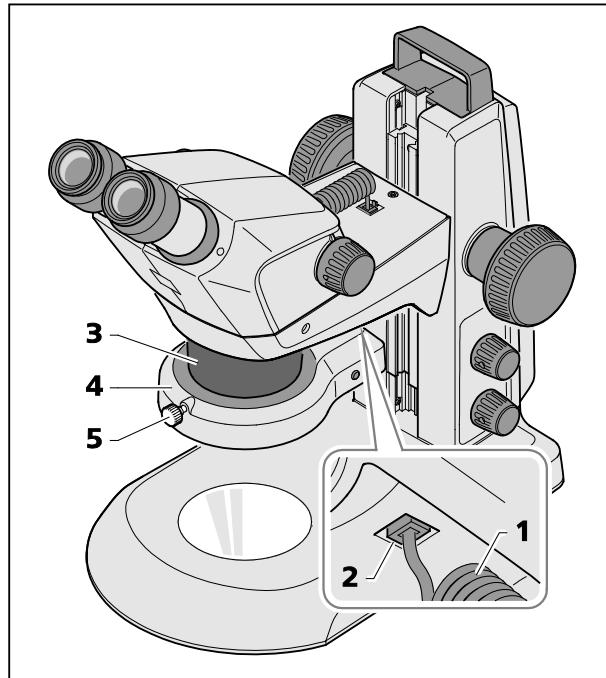

Fig. 13 Montar el iluminador anular al cuerpo de microscopio
- Enchufar el cable de conexión (Fig. 13/1) del iluminador anular (Fig. 13/4) en la hembrilla inferior (Fig. 13/2) del soporte Stemi y en la hembrilla del iluminador anular.
- Empujar el iluminador anular desde abajo en el cuerpo de microscopio (Fig. 13/3) y fijarlo con el tornillo moleteado (Fig. 13/5).